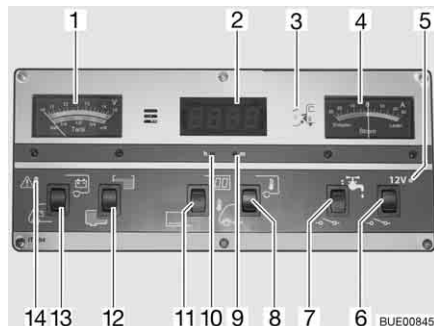

Fig. 152 Painel de controlo IT 994
No indicador V/Reservatório (Fig. 152,1) tenha em conta a escala superior. O indicador é automaticamente iluminado, logo que for premido um interruptor.
- Prima o interruptor basculante (Fig. 152,13) em baixo: É indicada a tensão da bateria de arranque.
- Prima o interruptor basculante (Fig. 152,13) em cima: É indicada a tensão da bateria do habitáculo.
No indicador V/Reservatório (Fig. 152,1) tenha em conta a escala inferior. O indicador é automaticamente iluminado, logo que for premido um interruptor.
- Prima o interruptor basculante (Fig. 152,12) em cima: É indicada a quantidade de água.
- Prima o interruptor basculante (Fig. 152,12) em baixo: É indicada a quantidade de águas residuais.
A luz vermelha de aviso ALARME (Fig. 152,14) fica a piscar, logo que a tensão da bateria do habitáculo 11 V (medição durante o funcionamento) desça abaixo do nível mínimo, havendo assim ameaça de descarregamento total.
- Prima o interruptor basculante (Fig. 152,11) em cima: A indicação do relógio digital está ligada. A indicação da temperatura está pronta a funcionar.
- Prima o interruptor basculante (Fig. 152,11) em baixo: As indicações do relógio digital e da temperatura estão desligadas.
- Prima, com um objeto fino, por ex., a ponta de uma esferográfica, no orifício da indicação das horas (Fig. 152,10), até ser mostrado o número pretendido das horas.
- Prima, com um objeto fino, por ex., a ponta de uma esferográfica, no orifício da indicação dos minutos (Fig. 152,9), até ser mostrado o número pretendido dos minutos.
- Prima o interruptor basculante (Fig. 152,8) em cima: É indicada a temperatura interior.
- Prima o interruptor basculante (Fig. 152,8) em baixo: É indicada a temperatura exterior.
No indicador da corrente (Fig. 152,4) é constantemente indicada a corrente que flui através da bateria. O indicador é automaticamente iluminado, logo que for premido um interruptor.
O interruptor principal de 12 V (Fig. 152,6) liga e desliga o painel de controlo e a alimentação de 12 V do habitáculo.
Ligar: ■ Prima o interruptor basculante (Fig. 152,6) em cima: É ligada a alimentação de 12 V do habitáculo. A luz piloto (Fig. 152,5) acende-se com luz verde.
Desligar: ■ Prima o interruptor basculante (Fig. 152,6) em baixo: É desligada a alimentação de 12 V do habitáculo. A luz piloto (Fig. 152,5) apaga-se.
A luz piloto de 12 V (Fig. 152,5) acende-se, quando está ligado o interruptor principal de 12 V (Fig. 152,6).
A luz piloto amarela de 230 V (Fig. 152,3) acende-se, quando à entrada da central elétrica existe tensão de rede.
Ligar: ■ Prima o interruptor basculante (Fig. 152,7) em cima: O abastecimento de água está ligado.
Desligar: ■ Prima o interruptor basculante (Fig. 152,7) em baixo: O abastecimento de água está desligado.